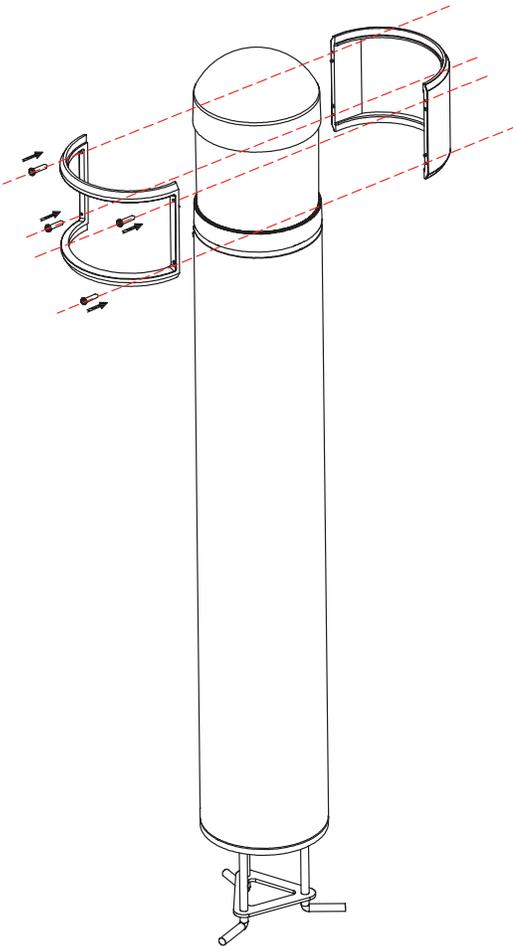

Figure 11
1. Tighten 4 screws Fig. 11.
1. Serrer les 4 vis Fig. 11.